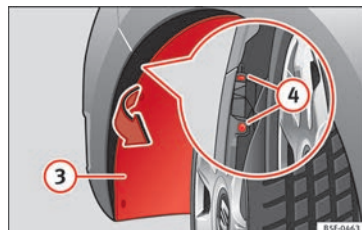

Fig. 215 Projecteur antibrouillard : accès au connecteur et au support d'ampoules.
- Tirez l'aile ③ » fig. 215 pour avoir accès aux 2 vis ④ » fig. 215 du pare-chocs qui sont cachées.